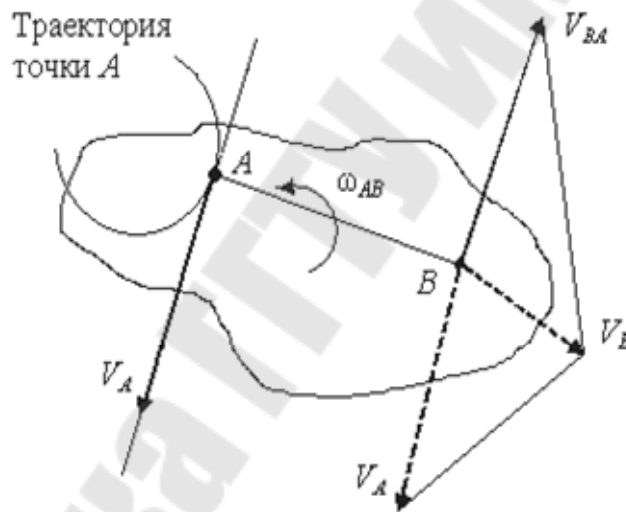

Рис. 27
31. Скорость точки B плоской фигуры равна векторной сумме скорости полюса A , и вектора скорости точки B , полученной при её вращении вокруг полюса (рис. 27).
32в) определив угол между векторами \vec{V}_{BA} и \vec{V}_A , применяем теорему косинусов для вычисления диагонали параллелограмма, построенного на векторах \vec{V}_{BA} и \vec{V}_A : $V_B = \sqrt{V_A^2 + V_{BA}^2 + 2 \cdot V_A \cdot V_{BA} \cdot \cos(\vec{V}_A, \vec{V}_{BA})}$ (рис. 27).